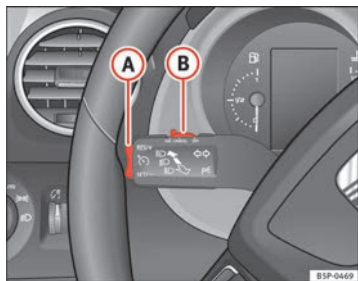

Abb. 148 Blinker- und Fernlichthebel: Schalter und Wippe für die Geschwindigkeitsregelanlage
- Schieben Sie den Schalter ⇒ Abb. 148 **(B)** nach links auf **ON**.